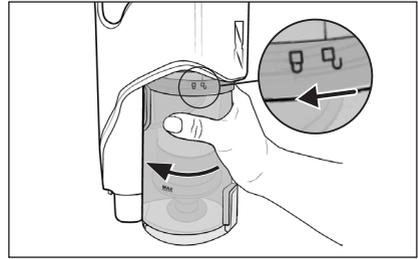

Fig. 17
- 2) Pour extraire le bac à poussière **7** de l'appareil, tournez-le dans le sens du symbole  (ouvrir) jusqu'à ce qu'il se détache de l'appareil (voir fig. 17).